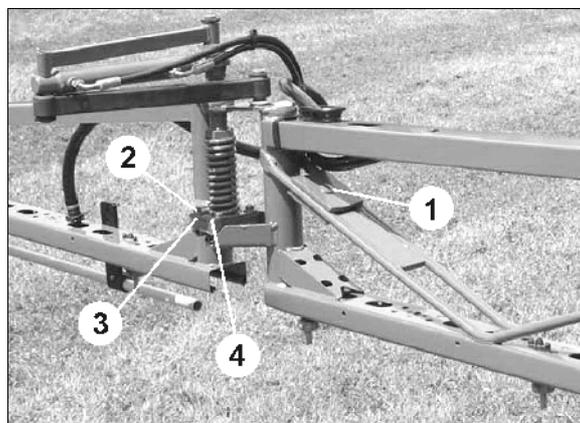

Fig. 126
Si éste no fuese el caso resulta una alineación del varillaje mediante contrapesos (Fig. 126/1) con la compensación de oscilaciones **desbloqueada**. Fijar los contrapesos correspondientemente en el brazo de extensión.
1. Aflojar tornillos (Fig. 126/2) de la lengüeta de fijación (Fig. 126/3) La alineación se efectúa directamente en la garra de plástico (Fig. 126/4) a través de los agujeros alargados de la lengüeta de fijación.
3. Apretar los tornillos (Fig. 126/2).